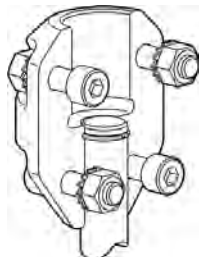

Abb. 12
- Den elastischen Ring auf der Pumpenwelle im entsprechenden Bereich installieren. Kopplung von oben auf die Pumpenwelle einführen, so dass sich der elastische Ring in der richtigen Position befindet. Wenn die Schrauben angezogen sind die Kopplung auf der Welle blockieren (Abb. 12).